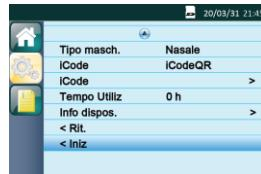

Fig. 13-10
- (2) Tornare all'Interfaccia Principale Spostare il cursore sull'opzione **Iniz** ruotando **la Manopola** ⌂, come mostrato nella Fig. 13-10.